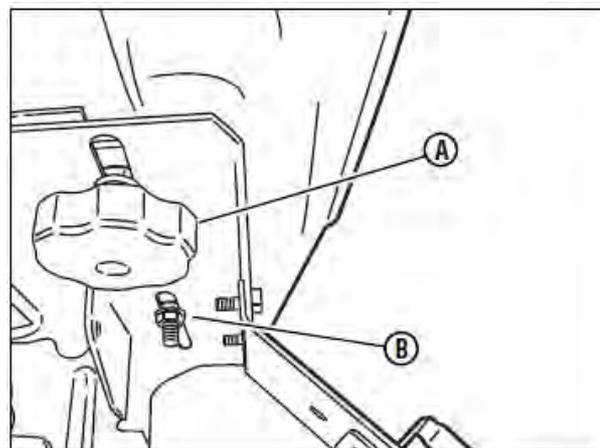

図5-3 座席の調整
4. 座席に座ってみて、運転操作しにくい場合は図5-3のAのように座席の位置を調整してください。「シートの調整」項参照
1. エンジンを停止して、二つの調整ノブ(図5-3のA)を緩めます。座席を操作しやすい位置にしてからノブをしっかりと締めます。